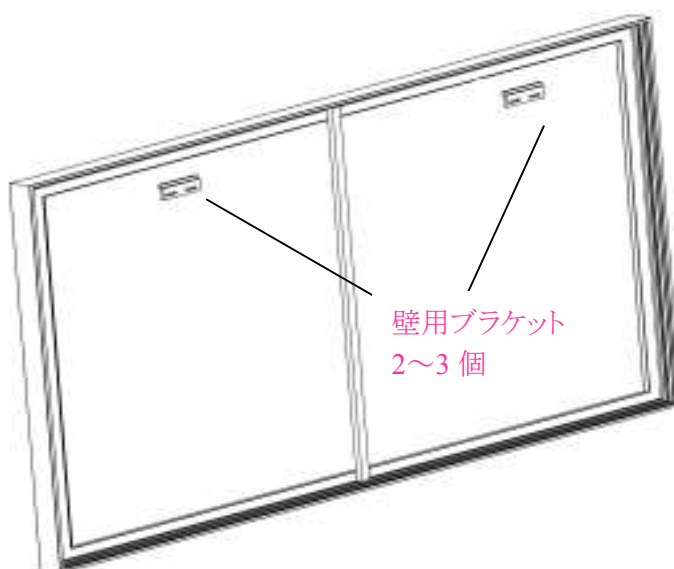

図 9
4. 図 9 に示すようにブラケットの上に固定フレームを載せ、下フレームの中央を下方へ押すことでフレームを固定します。